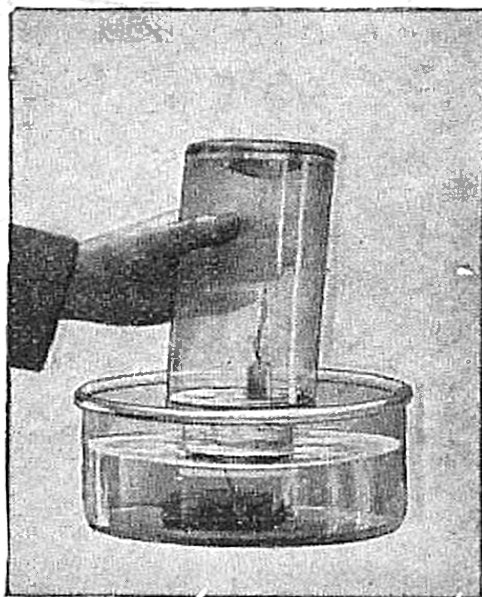

Fig. 16. — Elle s'y éteint si on plonge le bocal dans l'eau, l'air ne se renouvelant plus.
6. L'azote. — L'azote, gaz incolore, inodore et sans saveur, *n'entretient ni la combustion ni la respiration*; une bougie allumée placée dans un flacon ne contenant que de l'azote s'éteint (*fig. 16*). Dans l'air, ce gaz a pour effet de modérer l'action de l'oxygène, c'est-à-dire de ralentir les combustions.